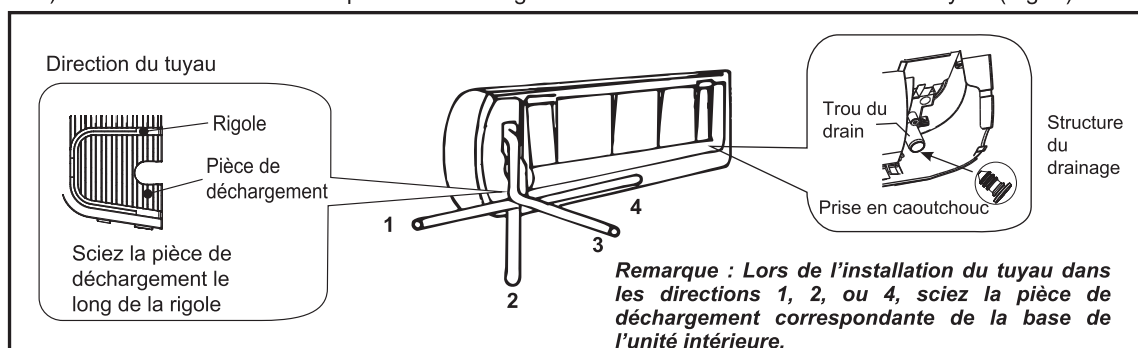

Fig. 3
- 2) Décidez ou non de scier la pièce de déchargement conformément à la direction du tuyau. (Fig. 3).